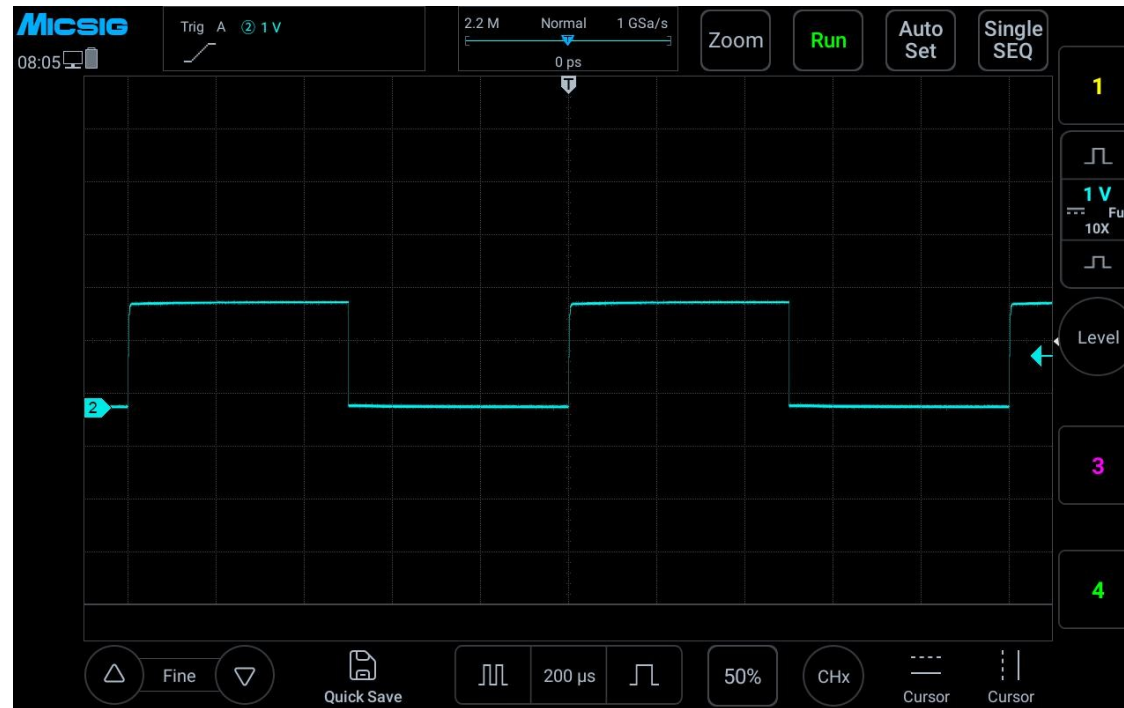

Abbildung 2-14 Messspitzenkompensation
- 5) Tippen Sie auf die Schaltfläche „Auto“ oder stellen Sie die vertikale Empfindlichkeit und die horizontale Zeitbasis der Wellenform manuell ein. Beobachten Sie die Wellenform. Wie in Abbildung 2-14 dargestellt.